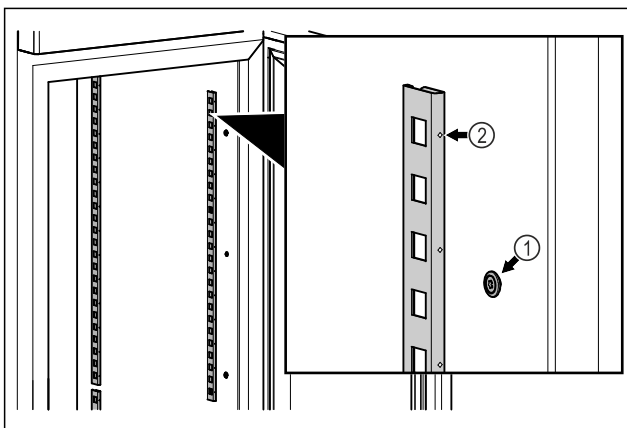

Fig. 79 Primjer izgleda
- Zakvačite letvice u ovjes Fig. 79 (1). Oznaka Fig. 79 (2) mora biti okrenuta prema naprijed.